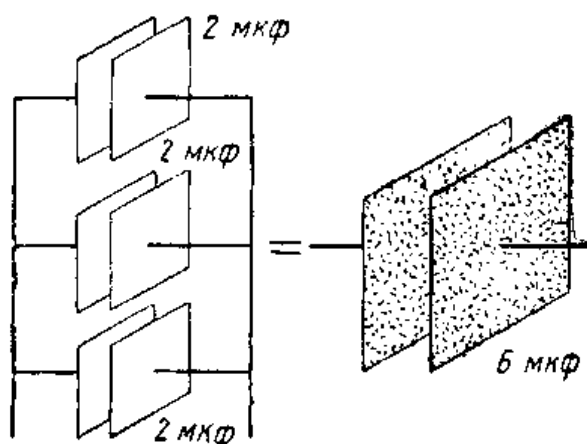

Рис. VI.38. Параллельное соединение конденсаторов эквивалентно увеличению поверхности пластин. Емкость при параллельном соединении увеличивается.
**Параллельное соединение конденсаторов.** Чтобы увеличить емкость, несколько конденсаторов можно соединить параллельно. Такое соединение конденсаторов эквивалентно увеличению площади пластин конденсатора (рис. VI.38). Так, параллельное соединение двух